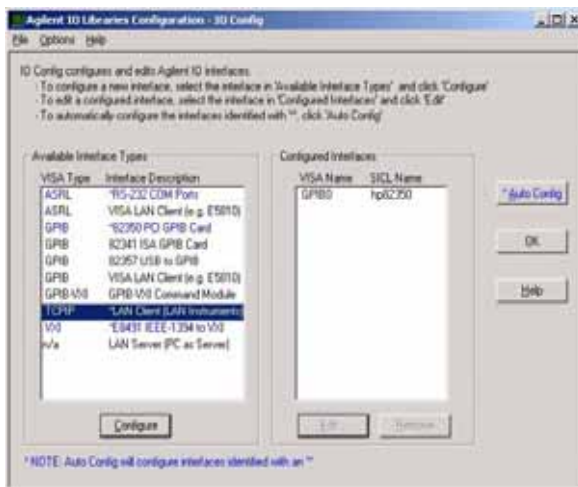

Abbildung 37 LAN-Client im Bildschirm "I/O Config" (I/O-Konfiguration) auswählen
- 2 Wählen Sie in der Liste der verfügbaren Schnittstellentypen die Option **LAN-Client** (siehe Abbildung 37 auf Seite 88).